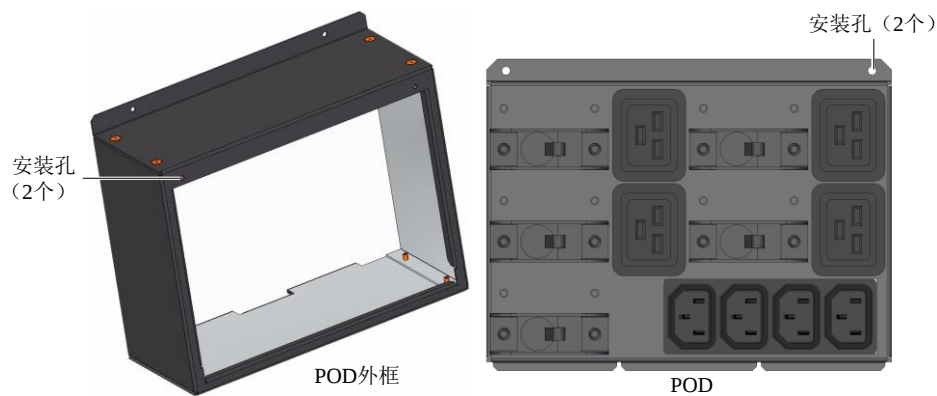

图2-28 POD 和 POD 外框
2. 将 POD 的插座接入 POD 接口；对齐 POD 和 POD 外框上的安装孔（见图 2-28），将 POD 固定在外框上。